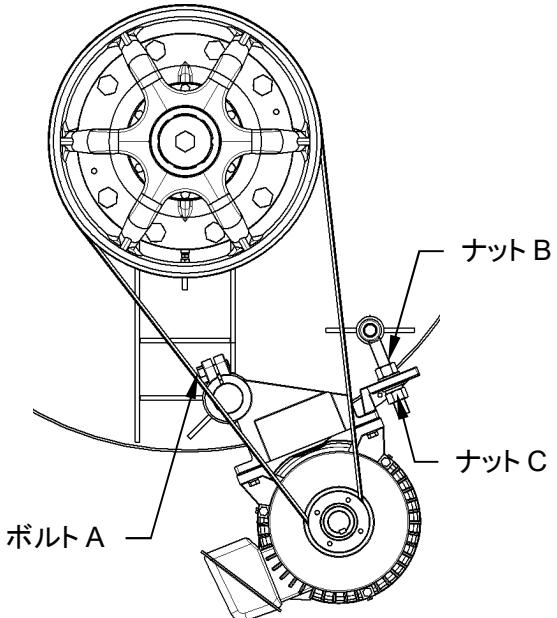

図 8-4
- ⑦ 自動給油器の残量が0以下になった場合は速やかに交換すること。自動給油器に比べ主軸部の修理は非常に高額になります。
8. 3.2 Vベルト(図 8-4)